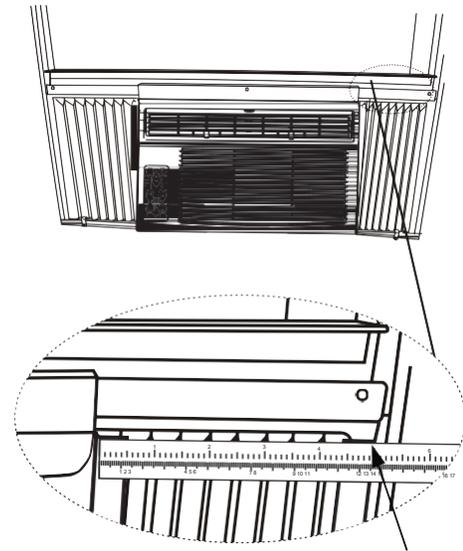

Figura 11
**NOTA:** Si la ventana de tormenta bloquea el aire acondicionado, consulte la Figura 11.
Paso 1 Después de instalar la unidad en la ventana, mida el ancho interno de la cortina lateral, como se muestra en la Figura 11.